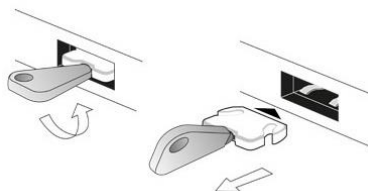

Figura 10:
3. Gire con cuidado la llave de desbloqueo hacia la izquierda (*Figura 10*).